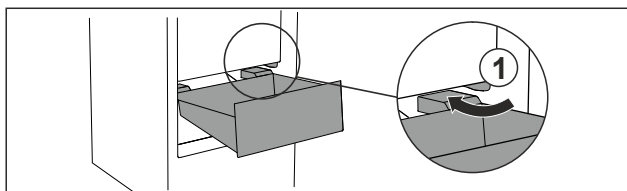

Fig. 137
- Futeni sirtarin pjerrtas në ndalues Fig. 137 (1).